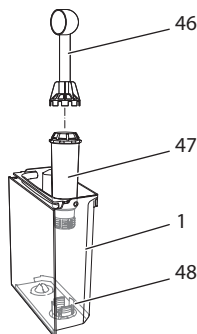

Fig. 25: Înșurubarea / deșurubarea filtrului de apă
- Îndepărtați filtrul de apă atunci când aparatul vă solicită acest lucru (consultați Fig. 25, pagina 578).